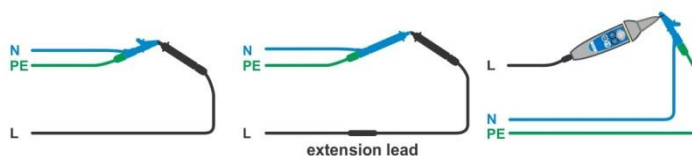

figura 7.18: puntali in corto
- › Collegare il cavo di misura allo strumento e mettere i puntali in corto, vedere **figura 7.18**.